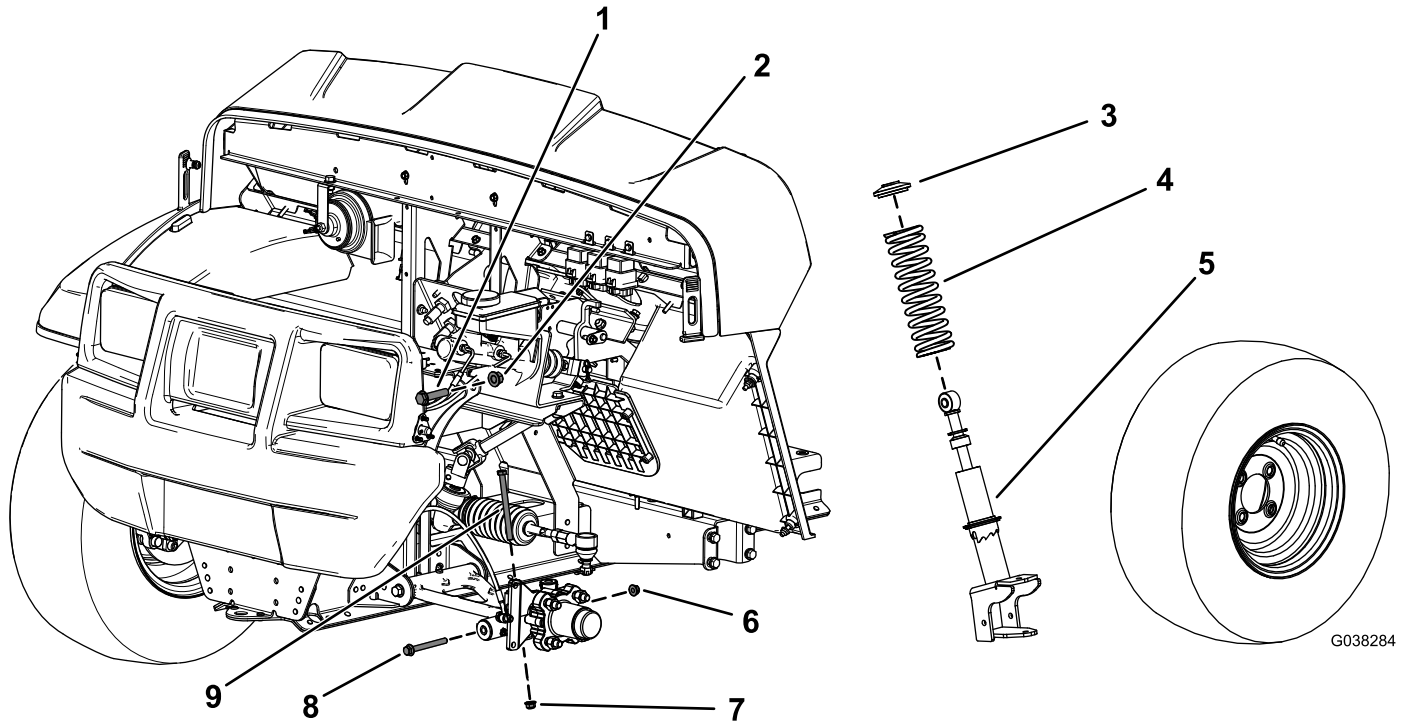

Figura 1
2. Retire el perno de cabeza hexagonal (⅜" x 4¾") y la tuerca con arandela prensada (⅜") de la mangueta (Figura 1).
3. Retire el perno de cabeza hexagonal ($\frac{3}{8}$ " x $3\frac{1}{2}$ ") y la tuerca con arandela prensada ($\frac{3}{8}$ ") del brazo de control (Figura 1).
4. Retire el perno de cabeza hexagonal ($\frac{1}{2}$ " x $2\frac{1}{4}$ ") y la contratuerca ($\frac{1}{2}$ ") que fijan el conjunto del amortiguador al bastidor superior (Figura 1).
5. Retire el conjunto del amortiguador (Figura 1).
3. Retire el muelle del conjunto del amortiguador (Figura 1).
4. Instale el nuevo muelle sobre el conjunto de amortiguador existente (Figura 1).
2. Sujete la parte superior del conjunto del amortiguador al bastidor con el perno de cabeza hexagonal superior ($\frac{1}{2}$ " x $2\frac{1}{4}$ ") y una contratuerca ($\frac{1}{2}$ "), como se muestra en la Figura 1.
4. Instale el perno de cabeza hexagonal ($\frac{3}{8}$ " x $4\frac{3}{4}$ ") y la tuerca con arandela prensada ($\frac{3}{8}$ ") en la mangueta (Figura 1).
6. Sujete la parte inferior del conjunto del amortiguador al brazo de control con el perno de cabeza hexagonal ($\frac{3}{8}$ " x $3\frac{1}{2}$ ") y la contratuerca ($\frac{3}{8}$ "), como se muestra en la Figura 1.